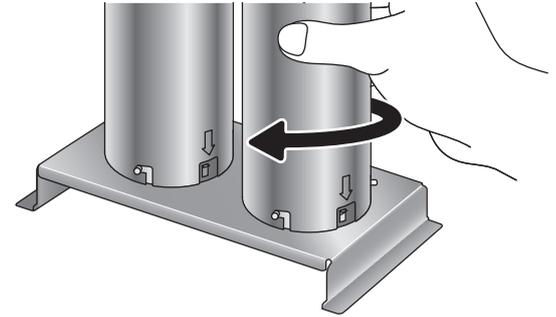

Abb. 5: Reflektoren entriegeln und abnehmen
3. Trennen Sie die Reflektoren durch Drehen vom Rösteinsatz (Abb. 5).